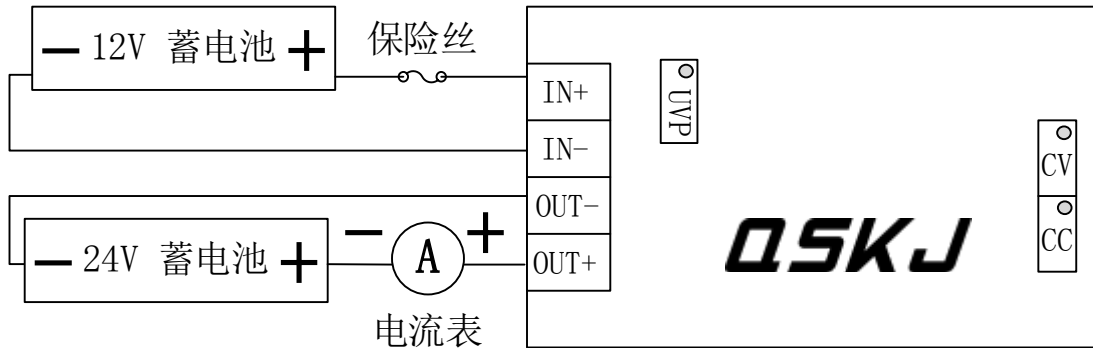

图 7
- 在模块输出端串联一个 10A 的电流表，模块的 OUT+ 连接电流表的红表笔，电流表的黑表笔连接蓄电池的正极，蓄电池的负极连接模块的 OUT-。（如图 7 所示）